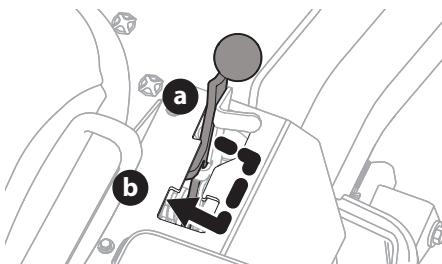

Figura 21
2. Active el freno de mano colocando los pedales de control de la transmisión en punto muerto, empujando la palanca del freno de mano hacia la derecha fuera de la posición "apagado" (a) y tirando de la palanca hacia atrás hasta que se bloquee en la posición "encendido" (b) (Figura 21).